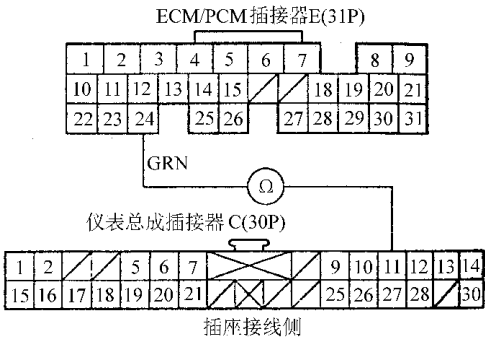

图 12-38 检查 ECM/PCM插接器 (31P) 的 24 号端子导通性
3) 如图 12-38 所示，检查 ECM/PCM插接器 E (31P)的 24 号端子与仪表总成插接器 C (30P)的 11 号端子之间的导通性。